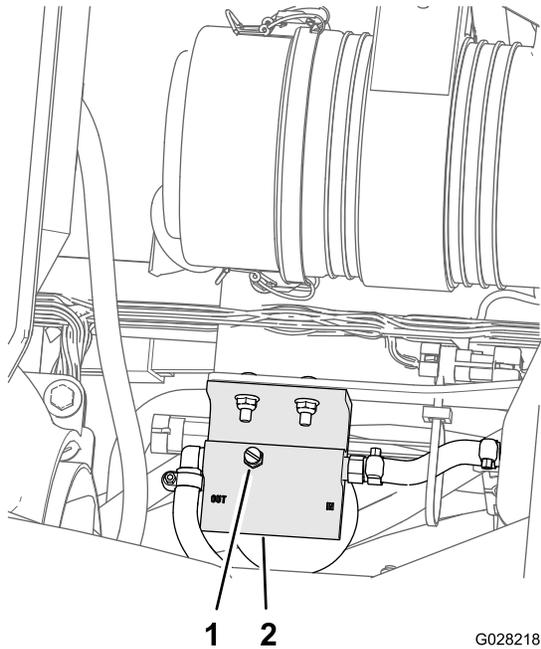

Figura 78
5. Afloje el tapón de ventilación situado en la parte superior del separador de combustible/agua (Figura 78).
7. Apriete el tapón de ventilación y gire el interruptor de arranque a la posición de DESCONECTADO (Figura 78).